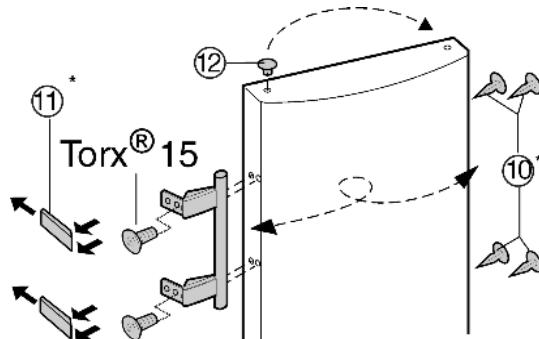

Fig. 7
- Vjměte zátky Fig. 7 (12) z pouzdra ložisek dveří a přemístěte je.
- Odmontujte kliku dveří, zátky Fig. 7 (10) a krycí destičky Fig. 7 (11) a nasadte na druhou stranu.